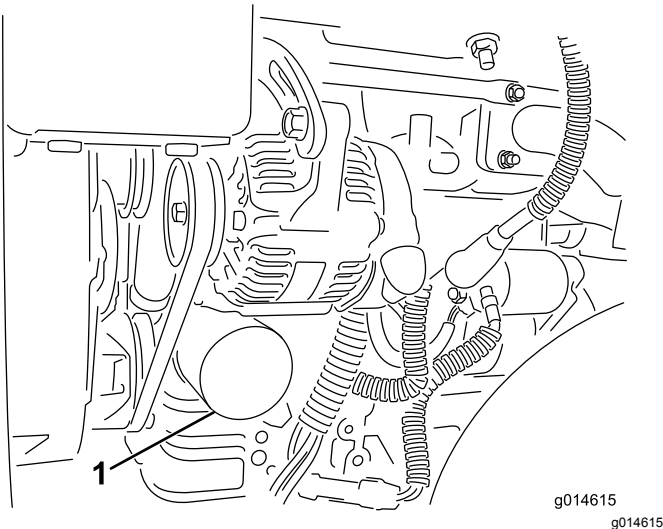

Bild 41
2. Entfernen Sie den Ölfilter (Bild 41). Ölen Sie die neue Dichtung am Ölfilter leicht mit frischem Öl ein.